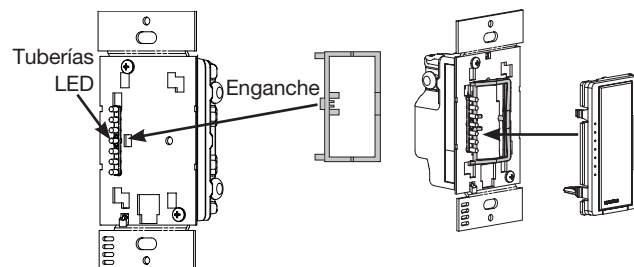

Figura 3
- b. Presione firmemente el marco en el gancho. Cuando esté correctamente asentado, el marco se ubicará en su lugar. Vea la Figura 3.
4. Instale el nuevo módulo de interruptores de accionamiento. Empuje el módulo en línea recta hacia el control, teniendo cuidado de no desplazar el marco de plástico transparente que se encuentra debajo. Presione firmemente sobre cada clip para fijarlo en su lugar. Vea la Figura 3.